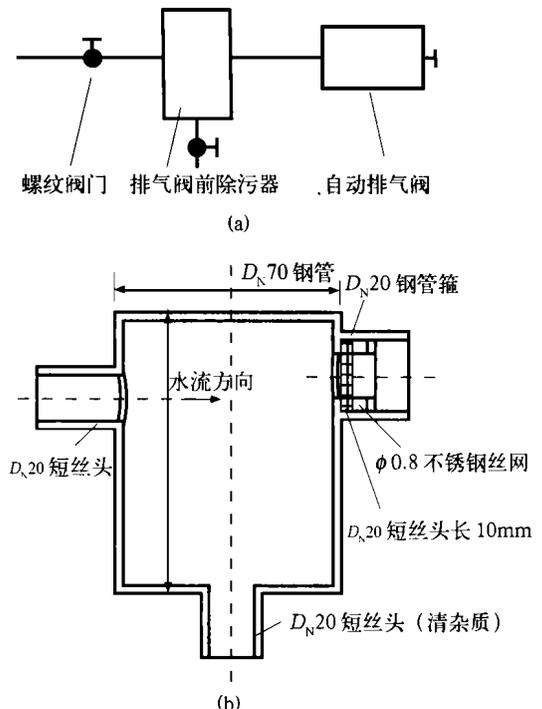

图 1 自动排气阀前设置的除污器
- (1) 选择结构合理、质量合格的自动排气阀;
- (2) 在自动排气阀前设置一小型除污器, 效果很好, 建议推广使用, 除污器尺寸及安装如图 1。